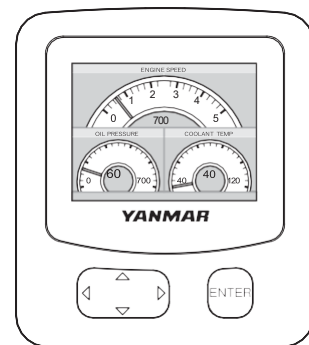

Figure 16
- Lorsque le moteur démarre, l'affichage du VC20 affiche l'écran de l'état du moteur (**Figure 16**).